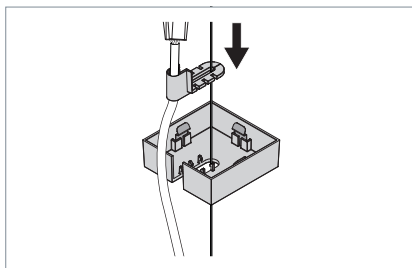

Fig. 18: Inserimento del condotto per cavi.
- ▶ Inserire il condotto per cavi nel rosone, vedi Fig. 18.